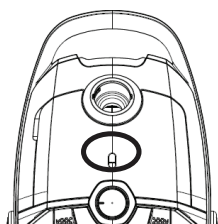

Рис. 8
Замените мешок, когда индикатор заполнения мешка (6) начнет светиться красным или почувствуется потеря мощности всасывания (Рис. 8).